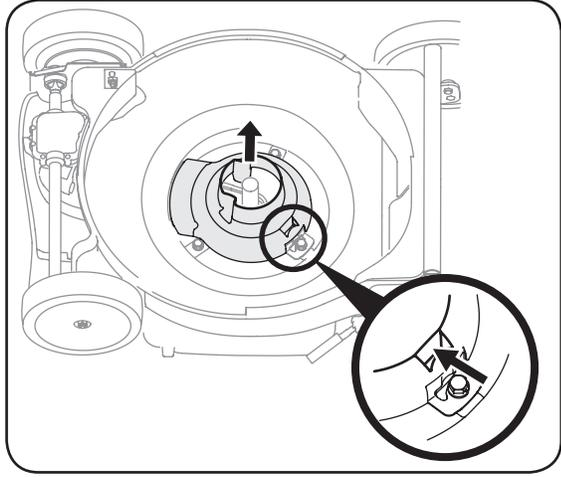

Figure 5-4
4. Pressez le taquet du déflecteur du moteur vers l'intérieur pour le dégager du support du déflecteur. Voir la Figure 5-4.